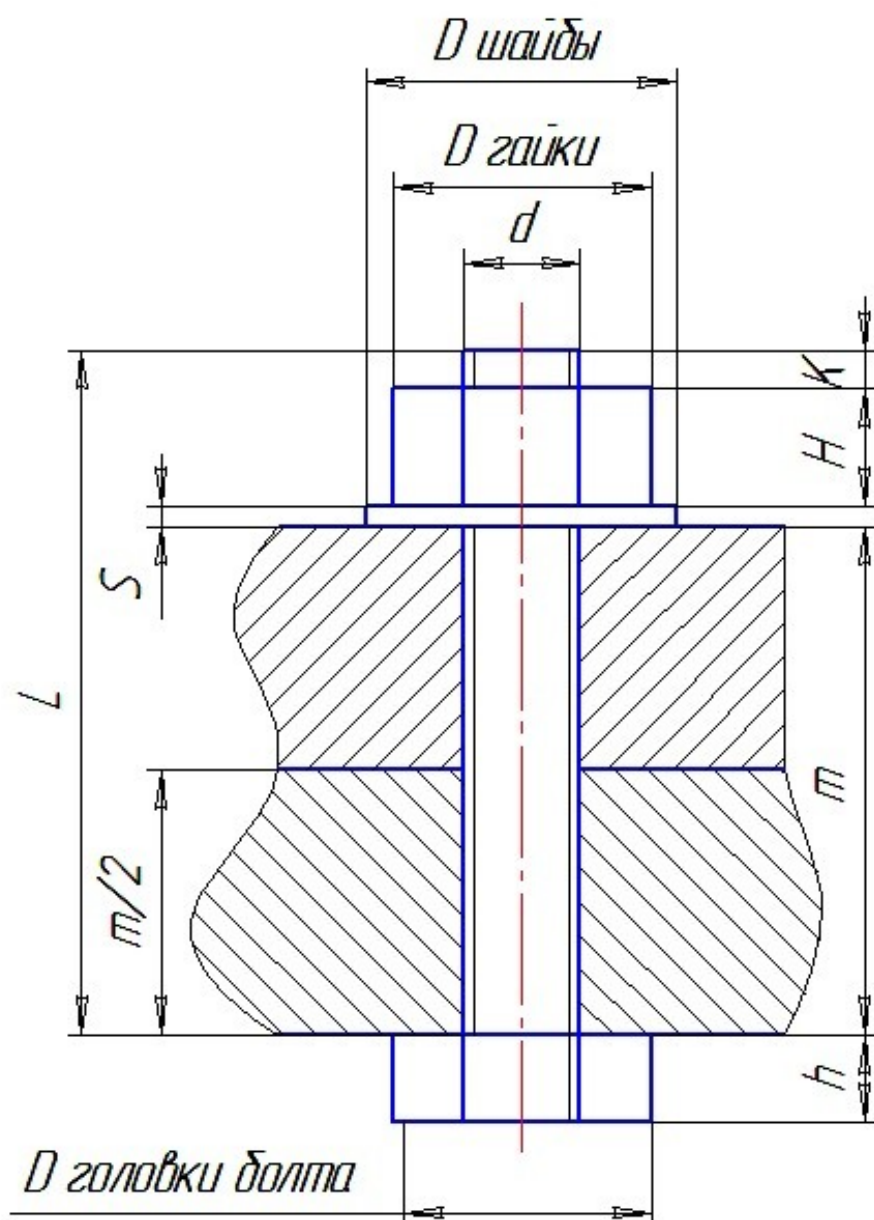

Рисунок 26. Задание для практической работы "Соединения резьбовые"
- По заданию рисунок 26 необходимо выполнить соединение нескольких нестандартных деталей стандартным резьбовым соединением - болтовым.